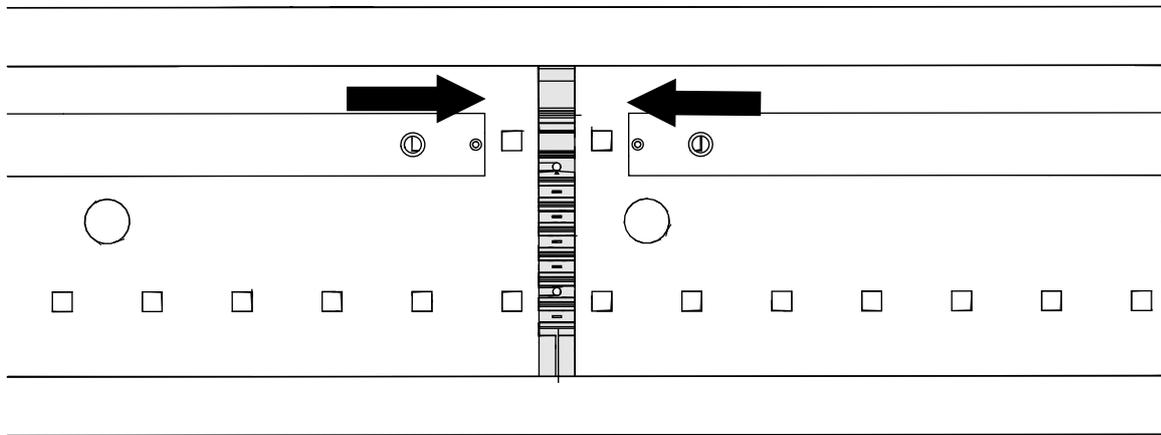

Abb. 9: Positionierband-Profil im Schienenhalter auf Stoß anbringen
- Die Schienenhalter (Pos. 3) im Abstand von ca. 500 mm im EHB-Tragprofil (Pos. 1) einklipsen. Abstand bei Horizontalbögen: 400 mm, Abstand bei Innen- und Außenbögen: 250 mm. Die Schienenhalter (Pos. 3) müssen lotrecht eingeklipst werden (siehe Abb. 9)